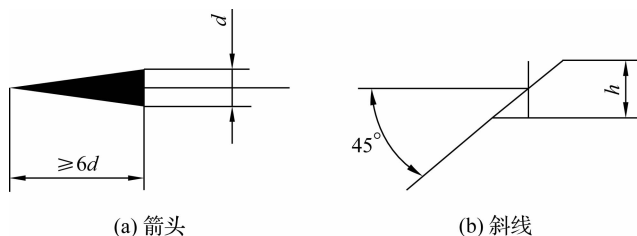
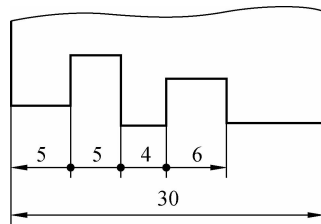

图 1-1-5 尺寸终端
图 1-1-6 用小圆点代替箭头
(3) 尺寸数字:线性尺寸的数字一般注写在尺寸线上方,也允许注写在尺寸线中断处,同一图样中注写方法和字体大小应一致,位置不够可引出标注。角度尺寸数字应一律水平书写,一般注在尺寸线中断处;必要时也可注在尺寸线附近。
(4) 尺寸终端:尺寸终端有箭头和斜线两种形式。
① 箭头形式。箭头的形式如图 1-1-5(a)所示,适用于各种类型的图样,图中 d 表示粗实线宽度。当尺寸线太短没有足够的位置画箭头时,允许将箭头画在尺寸线外边;尺寸终端采用箭头形式时,标注连续的小尺寸可以用小圆点代替箭头,如图 1-1-6 所示。
② 斜线形式。斜线用细实线绘制,其倾斜方向、角度、高度及画法如图 1-1-5(b)所示,其中 h 表示字体高度。当尺寸终端采用斜线形式时,尺寸线与尺寸界线必须相互垂直。同一张图样中,除圆、圆弧、角度外,其他尺寸标注应采用一种尺寸终端形式。